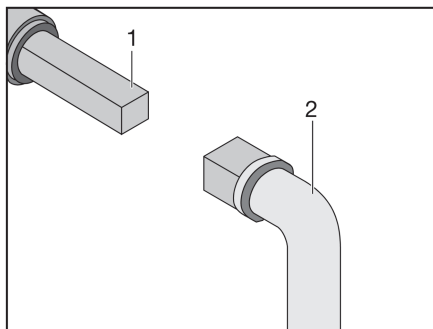

Fig. 264 Utilisation du robinet d'évacuation des eaux usées
- Insérer la clé (Fig. 264,2) sur la vis à quatre pans (Fig. 264,1).